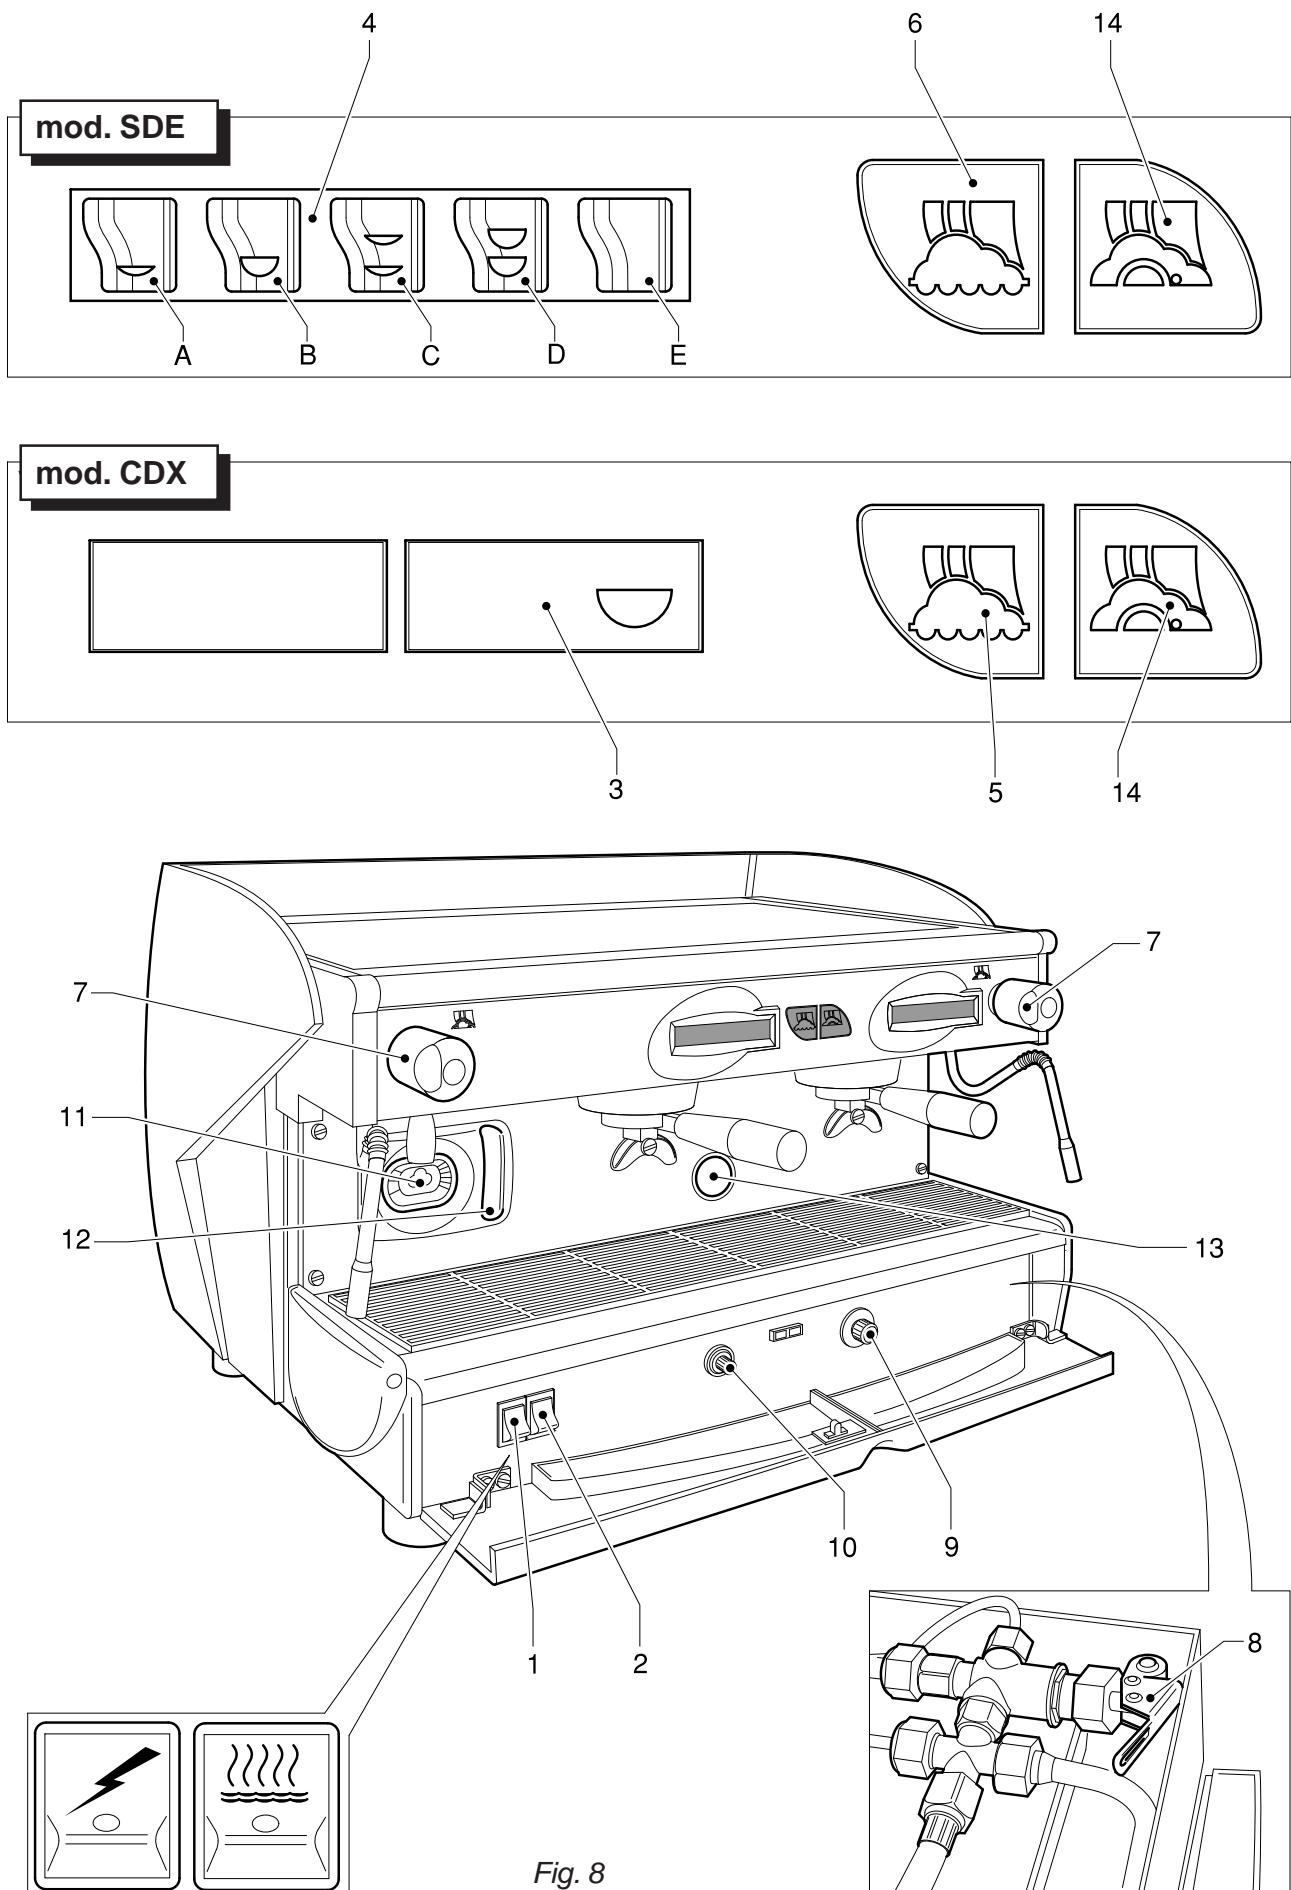

Fig. 8
7.1. Commandes Fig.8
7.2. Instruments de contrôle (Fig.8)
Modèle avec gaz (Fig.8)
- Placer les tasses sous les becs de débit, et actionner le groupe avec la commande 3 ou le clavier 4 suivant le modèle (Fig.8).
- Ouvrir progressivement le robinet vapeur 7 Fig.8; la vapeur en bouillonnant dans le liquide lui cède de la chaleur en l'amenant jusqu'à la température désirée.
- Placer le récipient sous la lance de débit de l'eau chaude, ensuite activer la commande de débit suivant le modèle Fig.8. Une fois obtenue la quantité désirée, éteindre l'interrupteur.
- Garder la commande de débit 4-E Fig.8 pressée pendant au moins quatre secondes, puis laisser la touche ; la machine distribue l'eau en continu.